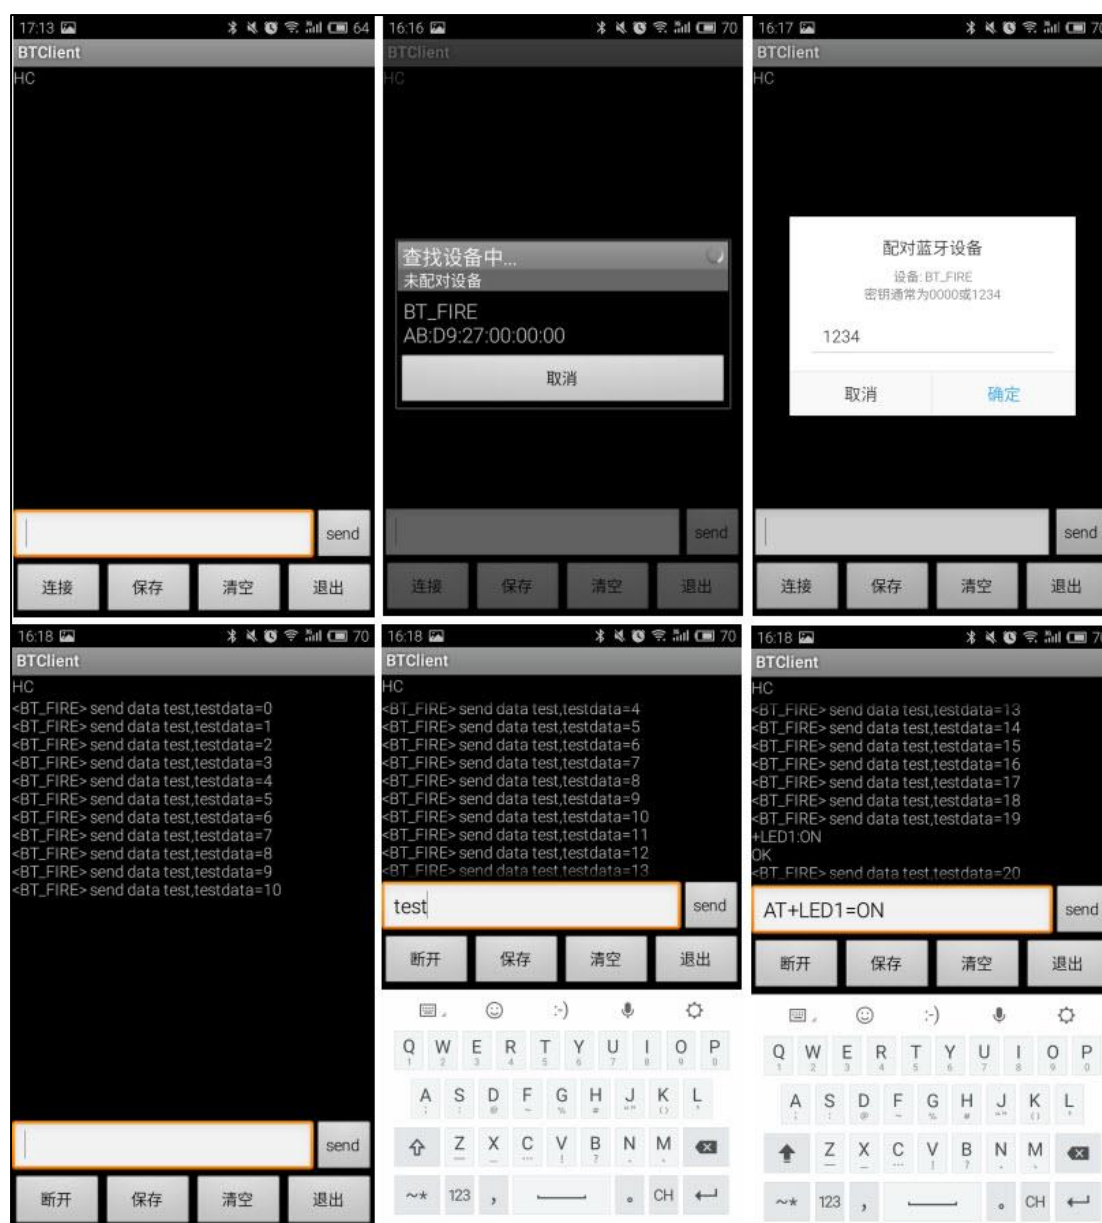
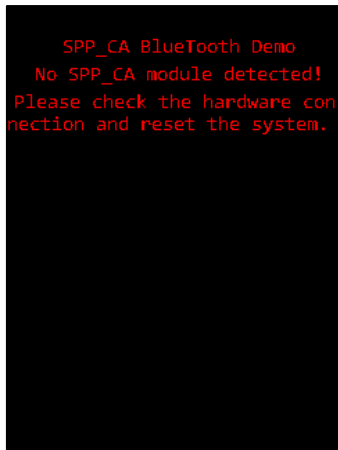

图 2-4 手机上 BTClient 的操作
图 2-5 与手机 APP 通讯时的液晶显示界面
- ❑ 打开手机的 BTClient APP, 打开手机的蓝牙设备, 点击界面左下角的 “**连接**” 按钮, 会弹出 “查找设备中...” 的窗口, 稍等一下会出现名为 “**BT_FIRE**” 或 “**BT04-A**” 的蓝牙设备, 这就是我们的 SPP-CA 模块的名字, 点击该设备, APP 会与 SPP-CA 尝试连接, 输入**配对码** “**1234**”, 即可连接成功。APP 的操作见图 2-4, 开发板的液晶显示见图 2-5。
连接后, 串口调试助手会接收到模块返回的“+CONNECTING<<地址 CONNECTED”字符, 并且模块背面的 LED 指示灯常亮, 见图 2-5。